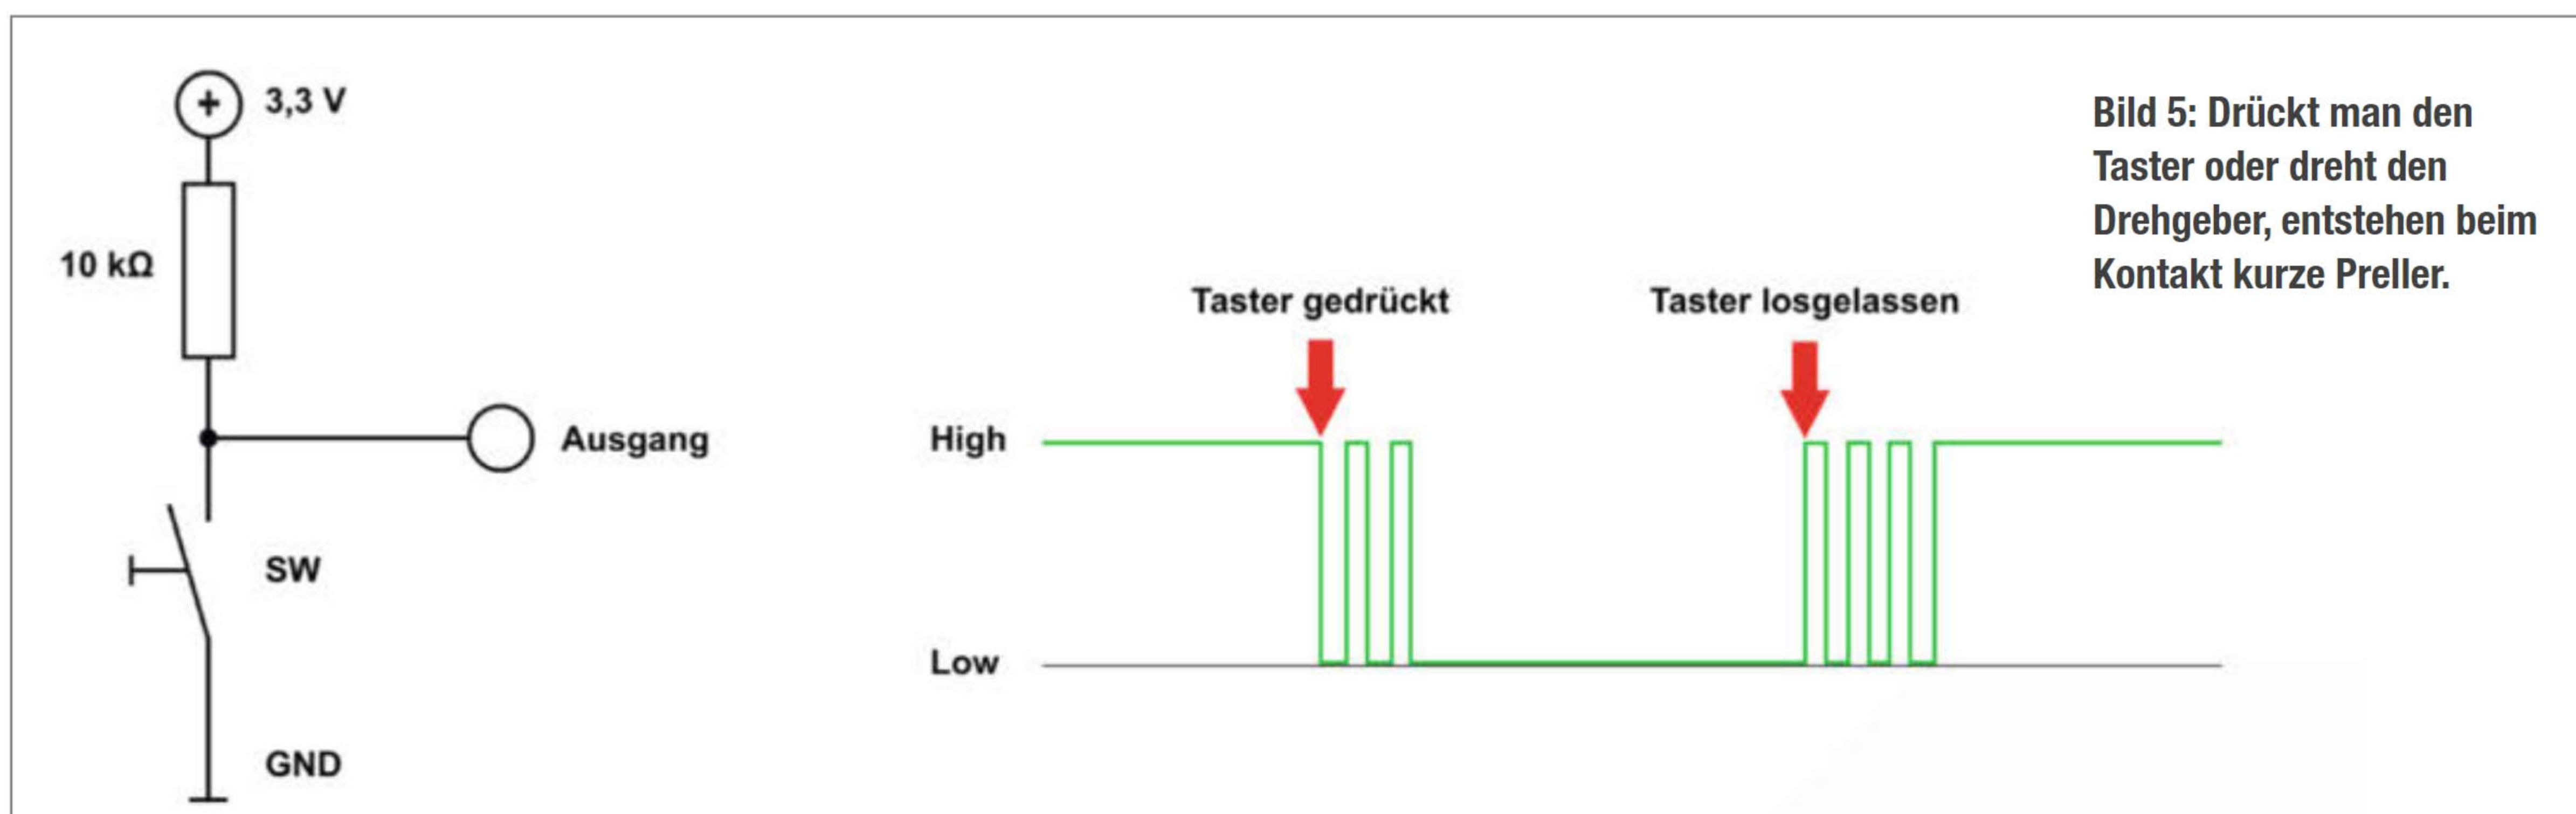

Bild 5: Drückt man den Taster oder dreht den Drehgeber, entstehen beim Kontakt kurze Preller.
bei einem Pegelwechsel dann mehrere ungewollte Impulse – was zu Fehlfunktionen und einer unzuverlässigen Steuerung führt. Betrachtet man beispielsweise das Ausgangssignal des Tasters (SW) im KY-040, sieht es beim Drücken und Loslassen ungefähr so aus wie in Bild 5 – man kann die zusätzlichen Impulse (Preller) deutlich erkennen.